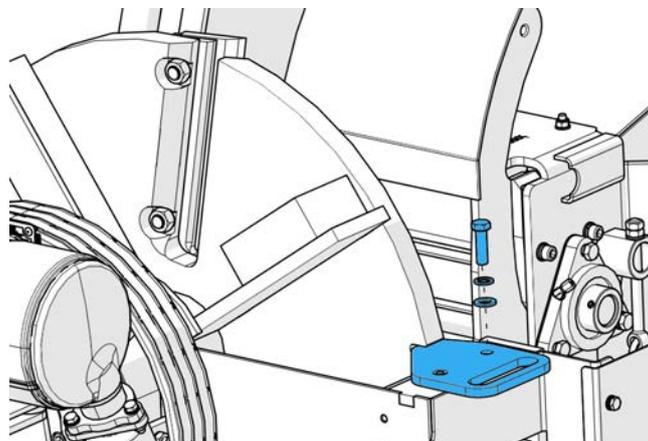

Figure 60 - Installation de l'outil de blocage du volant.
- Tourner le volant moteur jusqu'à qu'il se positionne de verrouillage. (Figure 60).
- Insérer l'outil de blocage de volant dans la rainure sur le volant. La rainure devient visible dès que la roue est dans la position correcte (Figure 60).